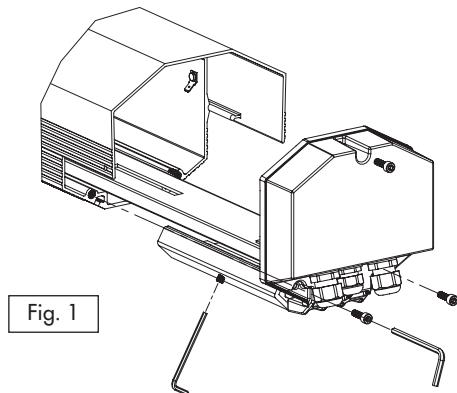

Fig. 1
10. Das Gehäuse schließen. Die Vorgehensweise ist umgekehrt zu den vorstehenden Ausführungen (Fig. 1).
1. Das Gehäuse wird nach den vorstehenden Ausführungen geöffnet (Fig. 1).
8. Das Gehäuse schließen. Die Vorgehensweise ist umgekehrt zu den vorstehenden Ausführungen (Fig. 1).
- Ausführungen geöffnet (Fig. 1).
1. Das Gehäuse öffnen, wie vorstehend beschrieben (Fig. 1).
4. Das Gehäuse wird in der umgekehrten Reihenfolge wie der vorstehend beschriebenen geschlossen (Fig. 1).